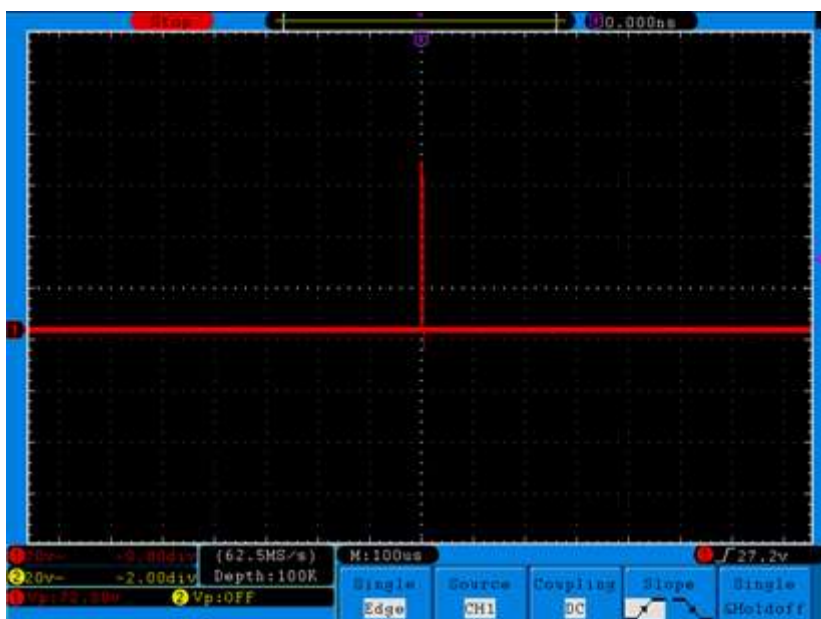

Figura 7-3 Capturando um Único Sinal
- (4) Pressione o botão **H1** para exibir o menu **Mode**.
- (5) Use o botão **F2** para selecionar **Peak Detect**.
- (6) Pressione o botão **Trigger Menu** para a cessar o menu de disparo.
- (7) Pressione o botão **H1** para exibir o menu de tipo de disparo.
- (8) Pressione **F1** para selecionar **Single** para o tipo.
- (9) Gire o knob **M** para selecionar **Edge** para o modo de disparo.
- (10) Pressione o botão **H2** para acessar o menu **Source** e pressione o botão **F1** para selecionar **CH1**.
- (11) Pressione o botão **H3** para acessar o menu de acoplamento; pressione o botão **F2** para selecionar acoplamento **DC**.
- (12) Pressione o botão **H4** para selecionar subida  como inclinação (Slope).
- (13) Gire o knob **TRIG LEVEL** e ajuste o nível de disparo para aproximadamente 50% do nível do sinal a ser medido.
- (14) Verifique o Indicador de *Status* do disparo na parte superior da tela, se não for 'Pronto' (Ready), pressione o botão 'Run/Stop' para começar a adquirir, aguarde até que o disparo ocorra. Se um sinal atingir o nível de disparo ajustado, uma amostragem será feita e exibida na tela. Ao usar esse modo, um pulso aleatório pode ser facilmente capturado. Por exemplo, se quisermos encontrar um surto de rebarba de alta amplitude, ajuste o nível de trigger para um valor ligeiramente superior ao nível médio do sinal, pressione o botão 'Run/Stop' e aguarde um disparo. Quando houver um surto, o instrumento irá disparar automaticamente e gravar a forma de onda durante o período em torno do tempo de disparo. Girando o botão **HORIZONTAL POSITION** do painel, você pode alterar a posição de disparo horizontal para obter o atraso negativo, podendo observar facilmente a forma de onda antes do surto. (veja Figura 7-3).